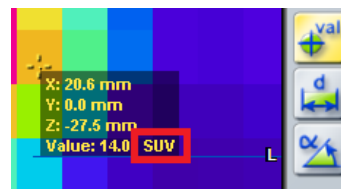

Figura 1. SUV exibido pelo software Brainlab
- Sequências de imagens PET normalizadas para SUV (*Valor de Absorção Padronizado*), com o SUV carregado e exibido no software Brainlab (Figura 1).